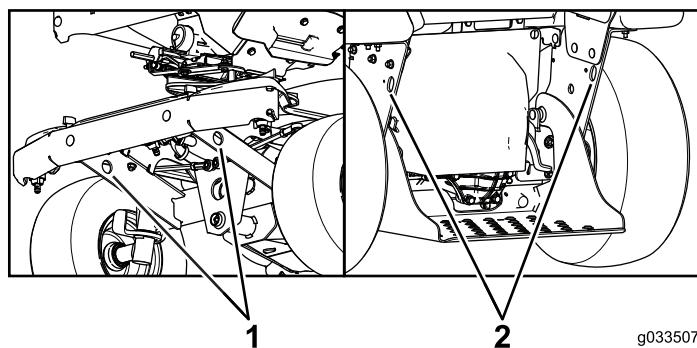

Figura 57
4. Utilice los puntos de amarre de la máquina para sujetar la máquina firmemente al remolque o al camión con correas, cadenas, cables o cuerdas (Figura 57). Consulte en la normativa local los requisitos aplicables al remolque y al sistema de amarre.